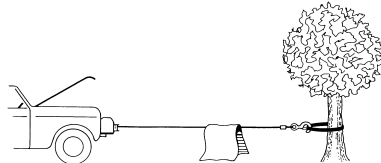

Figure 4
10. Lors de la traction de charges lourdes, il est recommandé de placer une couverture ou une veste lourde sur le câble métallique à proximité du crochet (Fig. 4). En cas de rupture du câble, le tissu amortira la rupture et empêchera que le câble ne